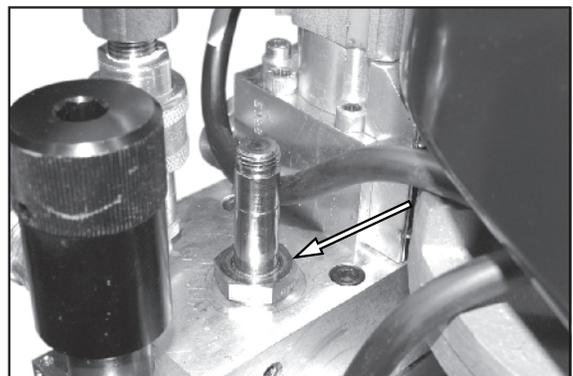

Figure 40.
2. Voir Figure 40. Enlevez la vanne à cartouche à 2 voies.